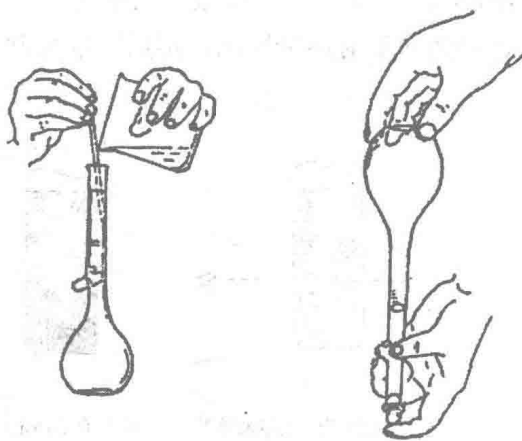

图 12 溶液配制
(2) 配制标准溶液时，先将准确称取的基准物质在烧杯中溶解，按图 12 (a) 所示的方法将溶液转移至容量瓶中，用少量蒸馏水洗涤烧杯 3~4 次，洗液全部转移至容量瓶中，这样就可以达到定量转移的目的。然后用蒸馏水慢慢加至接近标线下 1cm 处，等 1~2 分钟，使粘附在瓶颈内壁的水流下后，再用细长的滴管加蒸馏水恰至标线，这一过程称定容。用滴管加水时，视线要平视标线，滴管口尽量接近液面，稍向旁倾斜，使水顺壁流下，勿使滴管接触瓶内溶液。定容完成后塞好瓶塞，左手拇指在前，中指、无名指在后，食指压住瓶塞，右手托住瓶底（如图 12 (b) 所示），将瓶反复倒置、摇荡几次，使溶液混匀即可。若是稀释溶液，可用移液管（先经溶液润洗 2~3 次）取一定体积溶液于另一个容量瓶中，然后加蒸馏水稀释至刻度标线，混匀即可。